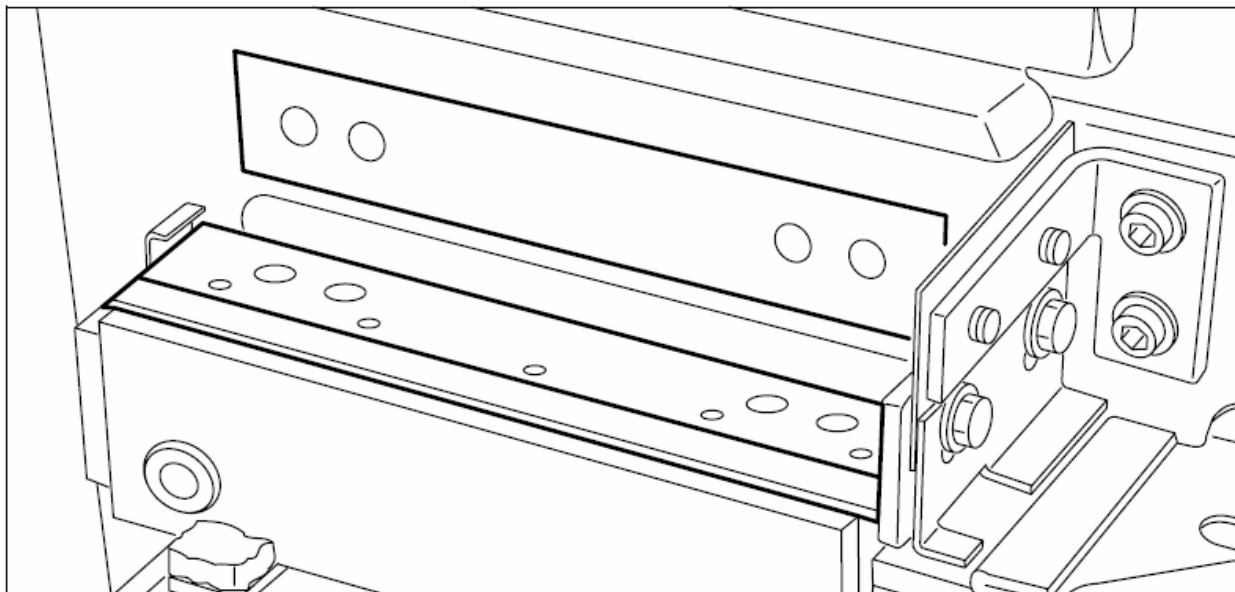

Рисунок 114. Выравнивание положения отверстий на ленте
5. Выверните отверстия на самоклеящейся ленте с отверстиями на этикетке несущей рамы устройства (см. рисунок 114). Если такое выравнивание не получается, то вам следует поднять ленту над ведущим роликом и продвинуть ее далее вперед между двумя ножами до тех пор, пока указанные отверстия не совпадут.